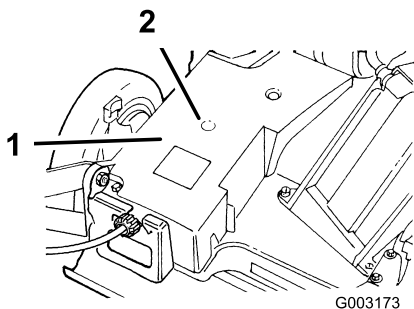

Bild 23
2. Führen Sie die Fettpresse durch die Öffnung in der Riemenabdeckung an den Schmiernippel (Bild 23).